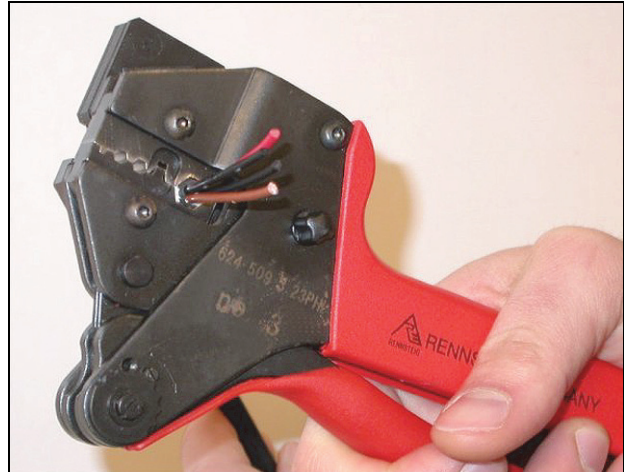

abbildung 30.9: Quetschen der Buchse
- Buchse mit der Crimp-Zange über den Mantel schieben (Werkzeug 3, siehe abbildung 30.9). Die Crimp-Buchse verhindert, dass das Kabel sich im Anschluss dreht.